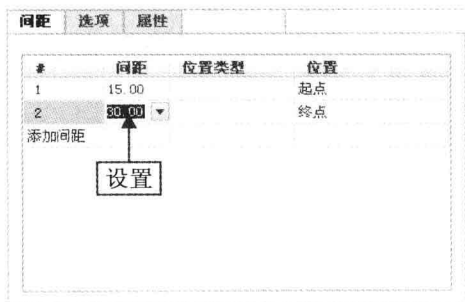

图 5-78 设置参数
Step 05 单击“参考”按钮, 在弹出的“参考”下滑面板中选择“添加间距”选项, 输入终点间距为 30, 输入起点间距为 15, 如图 5-78 所示。